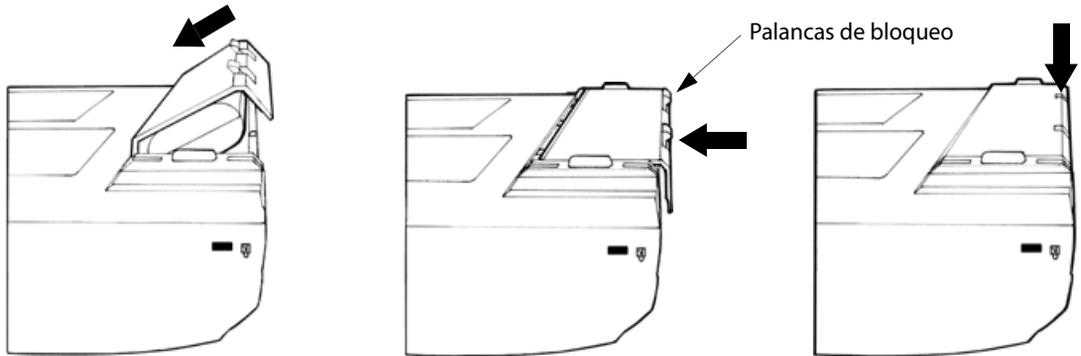

Figura 1 Inserción de la batería en el sistema
- 2 Ponga la batería en el compartimento de la batería, ligeramente inclinada. Consulte la Figura 1.
- 2 Inserte la tarjeta CompactFlash en la ranura frontal del sistema de ecografía. Consulte la Figura 1 en la página 3.
- 2 Pulse el botón eyector de la ranura de la tarjeta frontal para extraerla del sistema. Consulte la Figura 1 en la página 3.